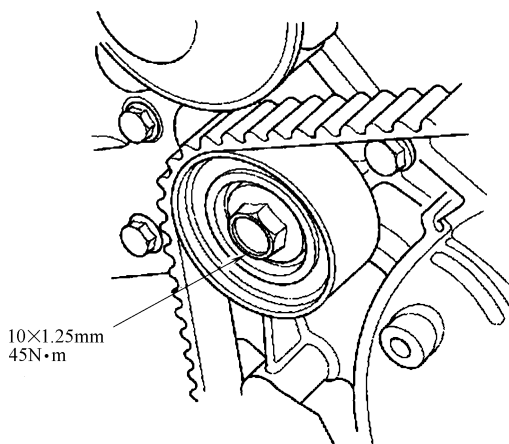

图 23-37 紧固惰轮螺栓
- 6) 按照图 23-37 所示, 把惰轮螺栓紧固至 $45\text{N} \cdot \text{m}$ 。